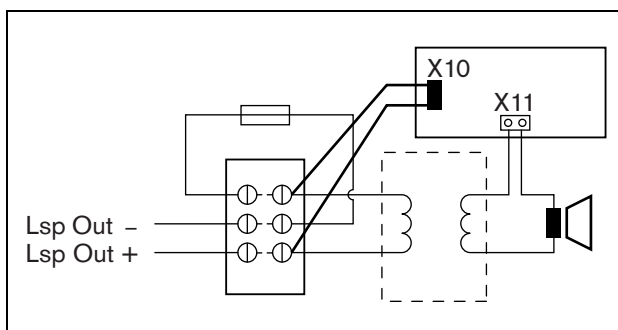

figura 13.6: Ligação de vigilância dos altifalantes
- 3 Ligue o quadro ao altifalante com os conectores chicote e os conectores Faston (consulte a figura 13.6).